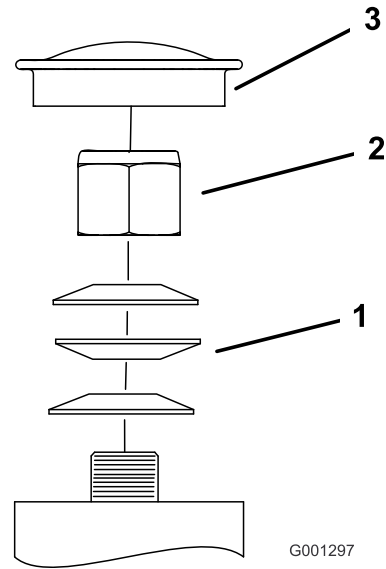

Figura 81
3. Retire el tapón guardapolvo de la rueda giratoria y apriete la contratuerca (Figura 81).
4. Apriete la contratuerca hasta que las arandelas de muelle estén planas, luego afloje $\frac{1}{4}$ de vuelta para establecer la pre-carga correcta de los cojinetes (Figura 81).
Importante: Asegúrese de que las arandelas de muelle están correctamente instaladas, según se muestra en Figura 81.
5. Coloque el tapón anti-polvo (Figura 81).